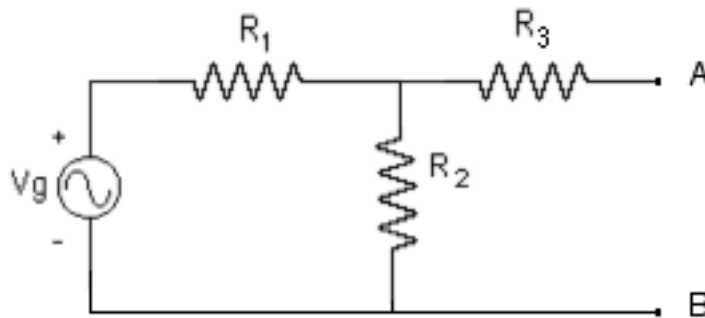

Figura 4.- Circuito para determinar el equivalente Thevenin
8.- Determinación experimental del equivalente Thevenin de un circuito entre los terminales A y B: Monte el circuito mostrado en la Figura 4 con los valores indicados por su profesor. Registre dichos valores en la siguiente tabla: